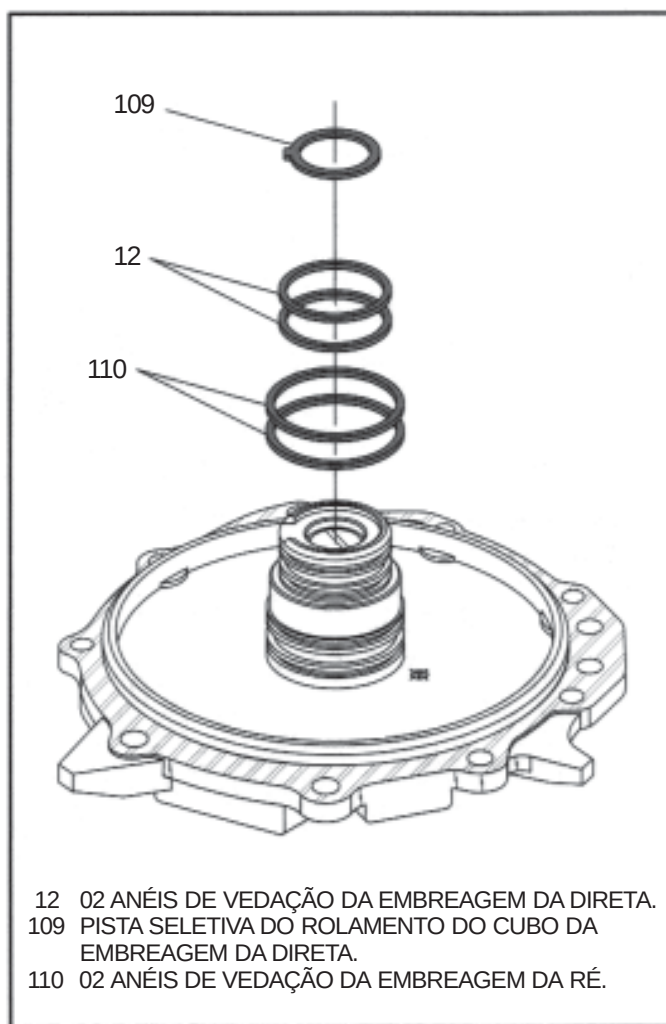

Figura 72
4. Instale os novos anéis de vedação da embreagem da ré dentro dos sulcos, conforme ilustrado na Figura 72, e verifique se estão corretamente assentados.
5. Instale os novos anéis de vedação da embreagem da direta dentro dos sulcos, conforme ilustrado na Figura 72, e verifique se estão corretamente assentados.
6. Instale a pista seletiva do rolamento do cubo da embreagem da direta, conforme ilustrado na Figura 72, e fixe-a com uma pequena quantidade de pasta de montagem.